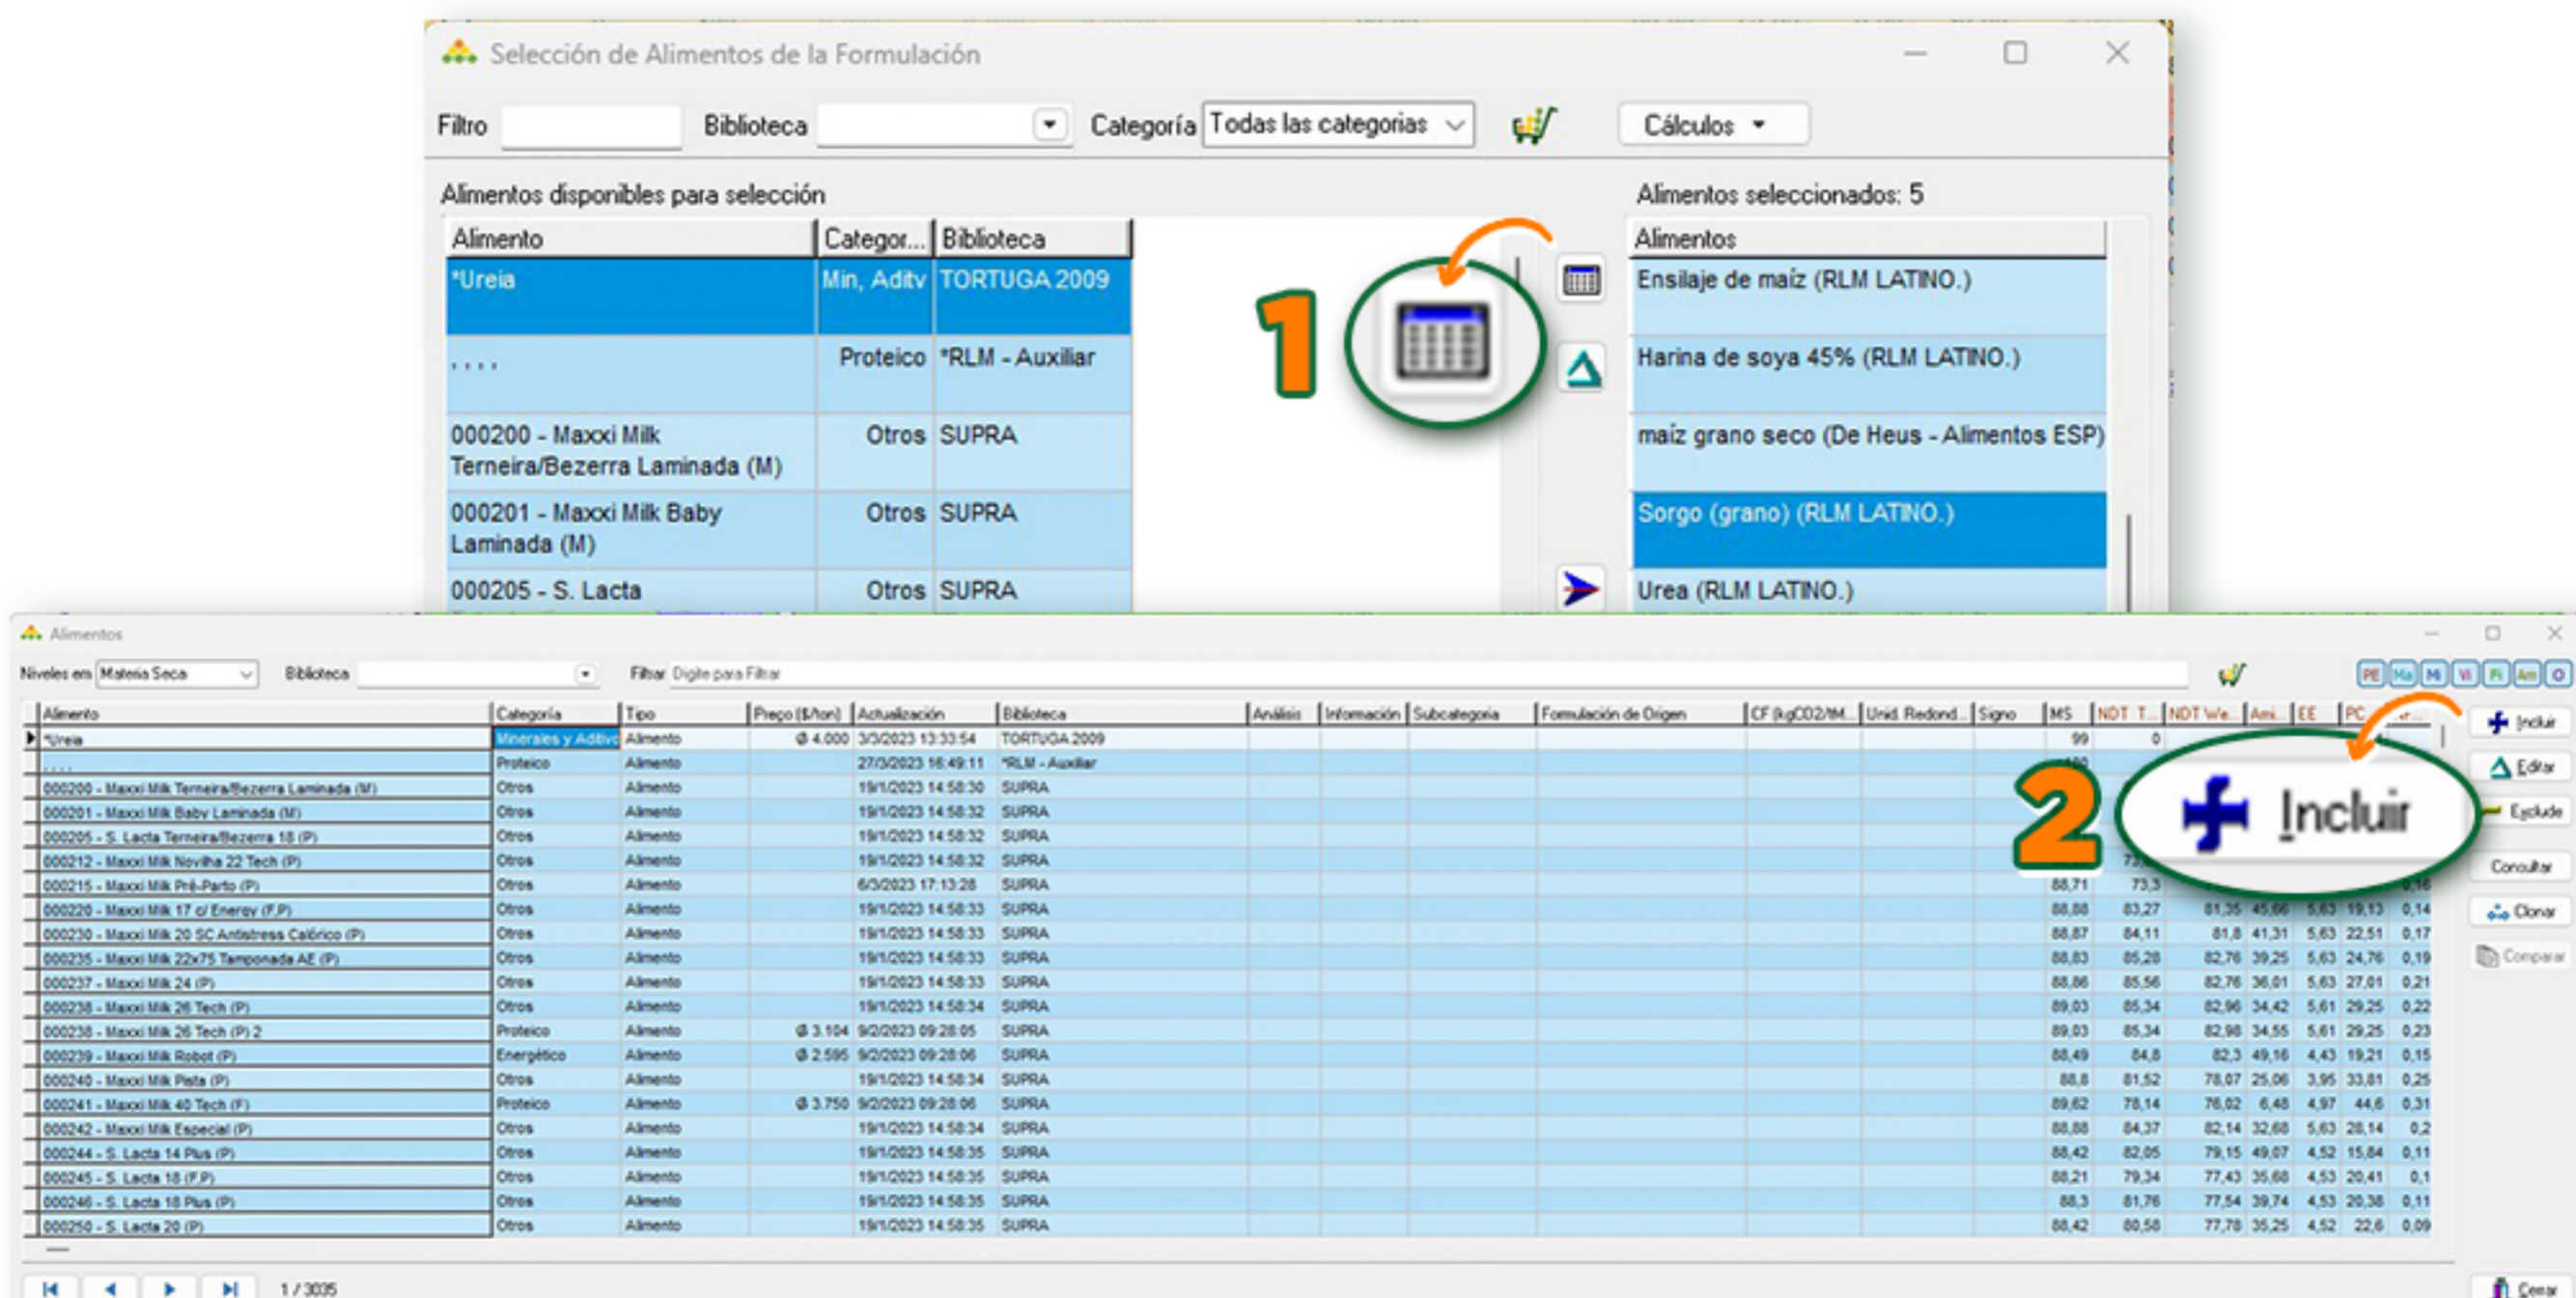

FIGURA 1.10 - INCLUIR ALIMENTOS
Solo se pueden utilizar en la formulación alimentos registrados en la biblioteca de alimentos. Para agregar "Núcleo Mineral con Monensina" a la biblioteca de alimentos, haga clic en el botón "Abrir registro de alimentos" (1) y luego, en la ventana de la biblioteca, haga clic en "Incluir" (2), de acuerdo con la Figura 1.10. La inclusión de nutrientes debe cumplir con los niveles indicados en la etiqueta y pueden ser necesarios algunos cálculos para que el registro se produzca por completo. La ausencia de registro de un nutriente puede generar errores en la formulación de la dieta.